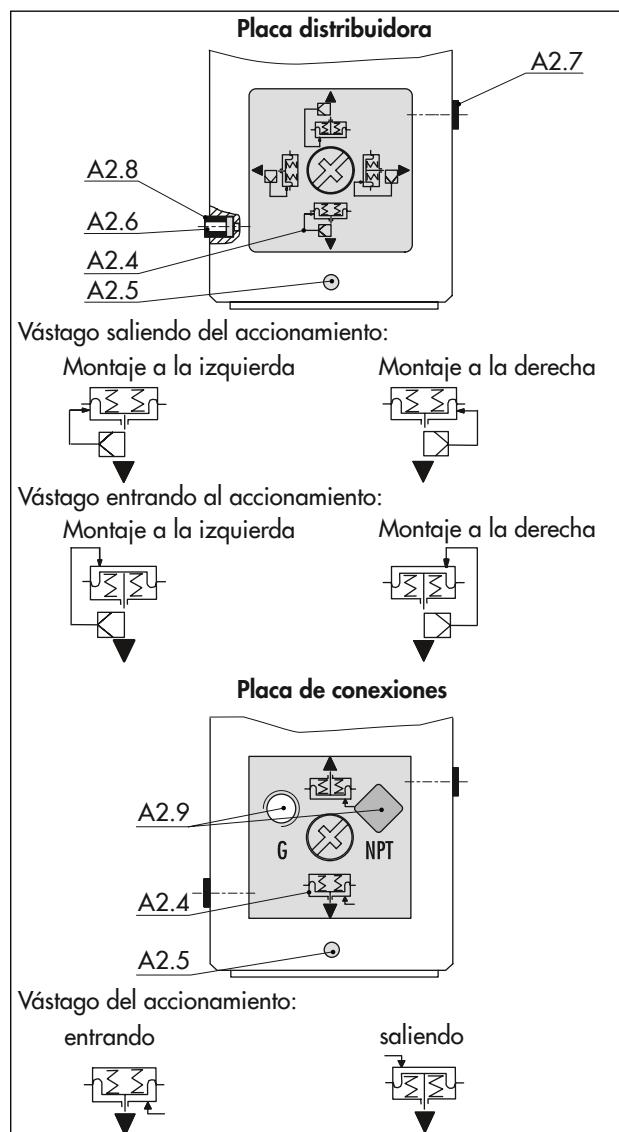

Fig. 15: Placas distribuidora y de conexiones del Tipo 3277-5
- ⇒ Girar la placa distribuidora de forma que, según cual sea el lado de montaje y la posición de se- guridad, la marca (A2.5) coincida con el símbolo (A2.4), ver Fig. 15.
- ⇒ Girar la placa de conexiones de forma que, se- gún cual sea la posición de seguridad, la marca (A2.5) coincida con el símbolo (A2.4), ver Fig. 15.